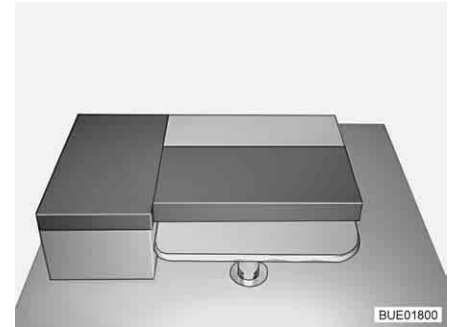

Fig. 106 Après la transformation
- Placer le long coussin de dossier entre celui d'assise et la cloison (Fig. 106).